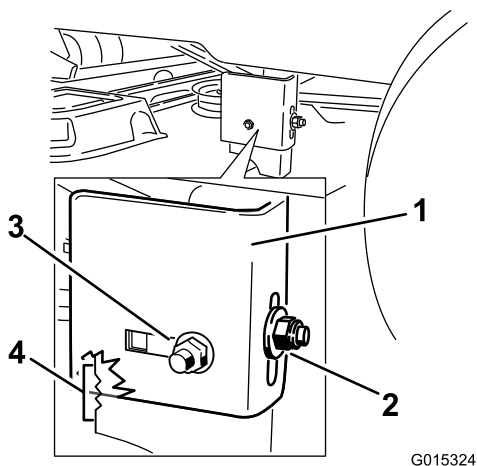

Bild 62
9. Lösen Sie die hintere Sicherungsmutter am Hängeprofil (Bild 62).
10. Lösen Sie die seitliche Sicherungsmutter am Hängeprofil so viel, dass Sie das Profil einstellen können (Bild 62). Messen Sie mit den Kerben an der geschweißten Halterung die Größe der Anpassung. Jede Kerbenoberfläche entspricht 6,35 mm, eine Seite
11. Stoppen Sie das Mähwerk an der eingestellten Stellung und ziehen Sie die seitliche Sicherungsmutter am Hängeprofil fest, um die neue Stellung zu arretieren (Bild 62). Ziehen Sie die hintere Sicherungsmutter am Hängeprofil fest.